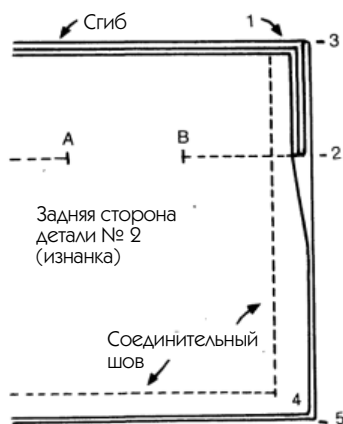

Рис. 544
7. Снова положите одну деталь на другую, формируя ее сгиб, предварительно к изнаночной стороне (точка 3 на рис. 544, который вам показывает эту подготовку с задней стороны).